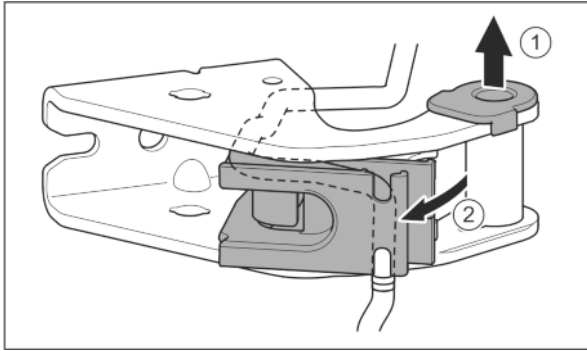

Fig. 27
- Húzza ki a csapágyperselyt a vezetősínből. Fig. 27 (1)
- Fordítsa ki a kábeltartót. Fig. 27 (2)